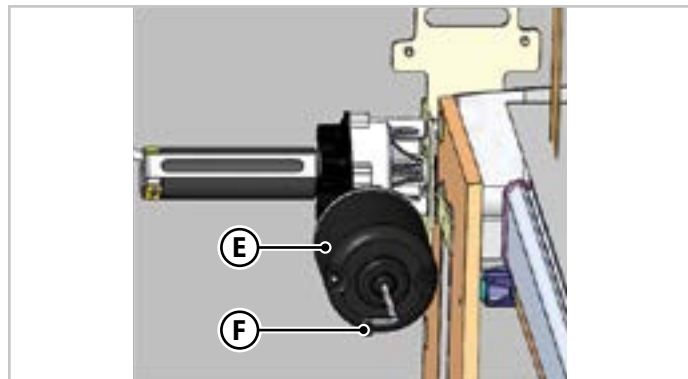

Fig.6.17 - Elektrisk sengeutløser type B
2. Sett inn unbrakonøkkelen (**F** - Fig.6.17) på undersiden av motoren (**E** - Fig.6.17) i sporet for manuell håndtering.